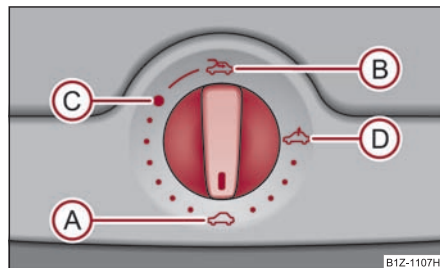

Fig. 51 Conmutador giratorio para el techo corredizo/elevable eléctrico
El techo corredizo/elevable se maneja con el conmutador giratorio ⇒ fig. 51 y sólo funciona estando conectado el encendido. El conmutador giratorio tiene varias posiciones de enclavamiento.
- Gire el conmutador a la posición (C) ⇒ fig. 51.
- Gire el conmutador a la posición (A) ⇒ fig. 51.
El techo corredizo/elevable está equipado con una protección contra sobrecarga. Si un obstáculo (p. ej., hielo) impide el cierre, el techo corredizo/elevable se parará y se abrirá completamente. Puede cerrar por completo el techo corredizo/elevable sin protección contra sobrecarga, pulsando el interruptor en la posición (A) ⇒ fig. 51 delantera hasta que el techo corredizo/elevable esté completamente cerrado ⇒ (A).
Tras cada accionamiento de emergencia se debe colocar el techo corredizo/deflector en la posición básica. Por ello, se deberá colocar el conmutador giratorio en la posición  ⇒ página 57, fig. 51 y presionar hacia delante durante unos 10 segundos. ■